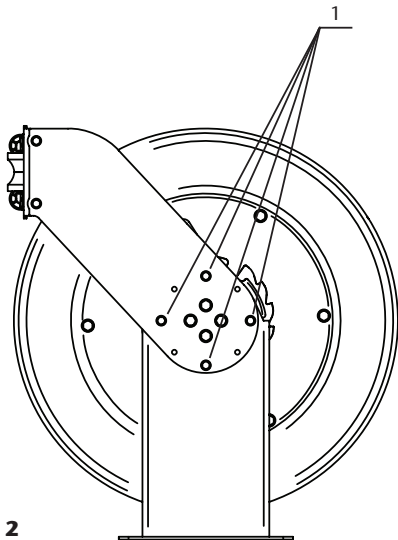

Fig. 2
Para posicionar los brazos guía, es necesario aflojar y quitar los tornillos (1) (Fig. 2) en ambos brazos. En ese momento el tambor junto con los brazos guía quedan sueltos del bastidor. Se procede entonces a cambiar los brazos a la posición deseada y a volver a fijarlos con los mismos tornillos.